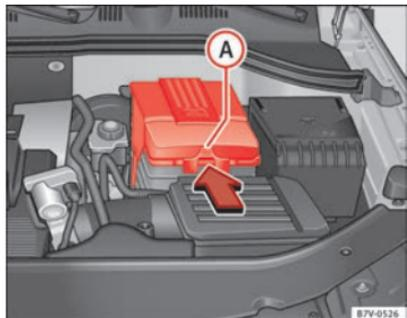

Abb. 176 Im Motorraum: Abdeckung für die Fahrzeugbatterie abnehmen.
- Bei einer Abdeckung: Auf die Lasche ⇒ Abb. 176 A in Pfeilrichtung drücken und Abdeckung nach oben abnehmen.